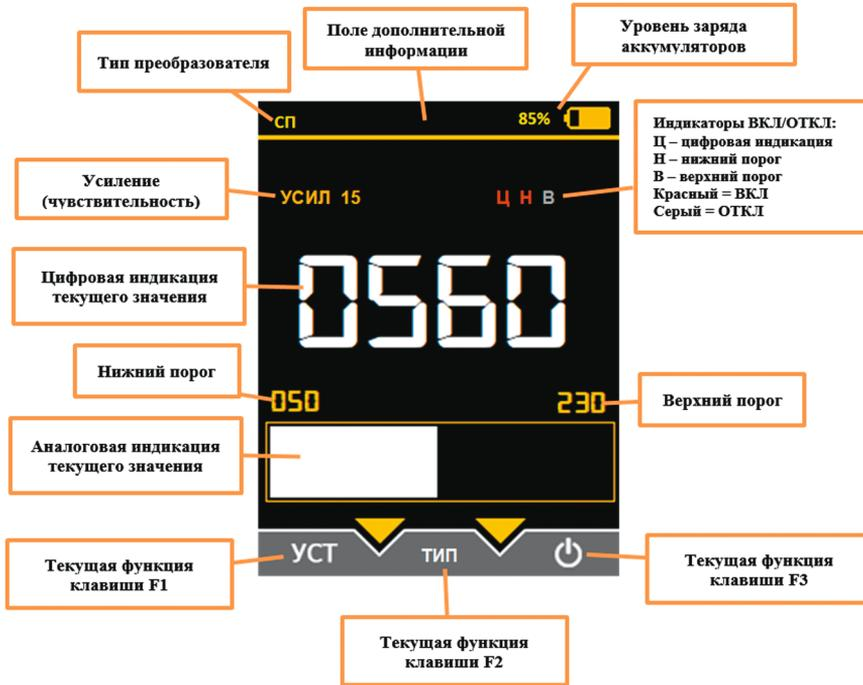
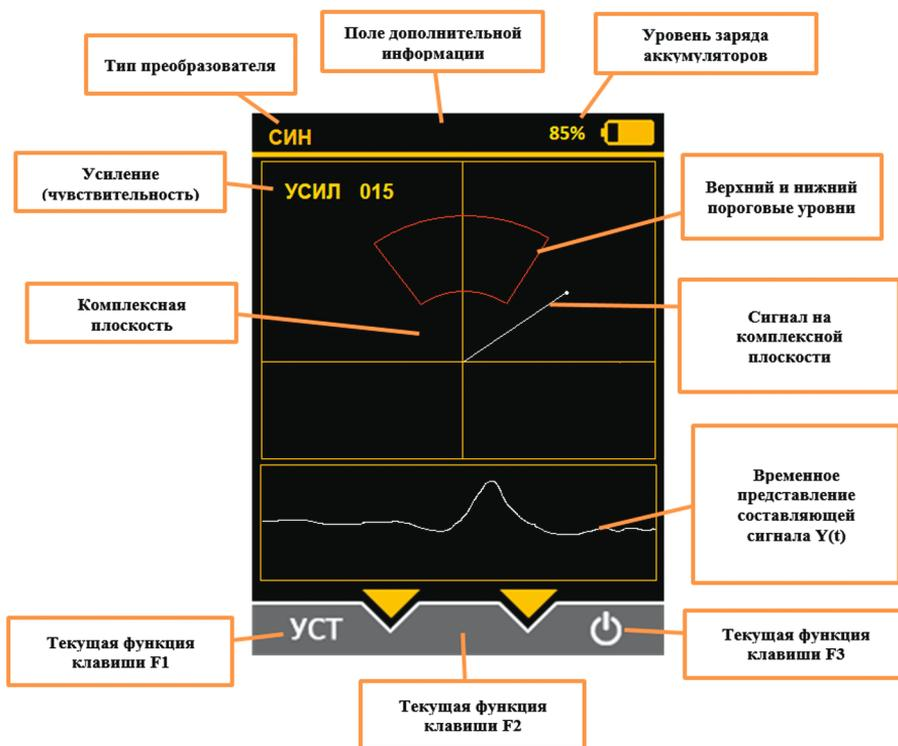

Рис.2 Экран дефектоскопа ИД-92НМ (версия 2)
Рис.3 Экран дефектоскопа ИД-92НМ (версия 2) в непрерывном режиме работы
4.2.2. На Рис.2 показан вид экрана дефектоскопа в импульсных режимах работы (с преобразователями СП и РСР).
4.2.3. На Рис.3 показан вид экрана дефектоскопа в непрерывном режиме работы (с преобразователем SP-SCAN-15).
8.2.2. При регулировке значения параметра Усиление (Рис. 2, Рис. 3) следует начинать с малых значений (менее 10), плавно двигаясь в сторону увеличения. Максимальное значения усиления 255.